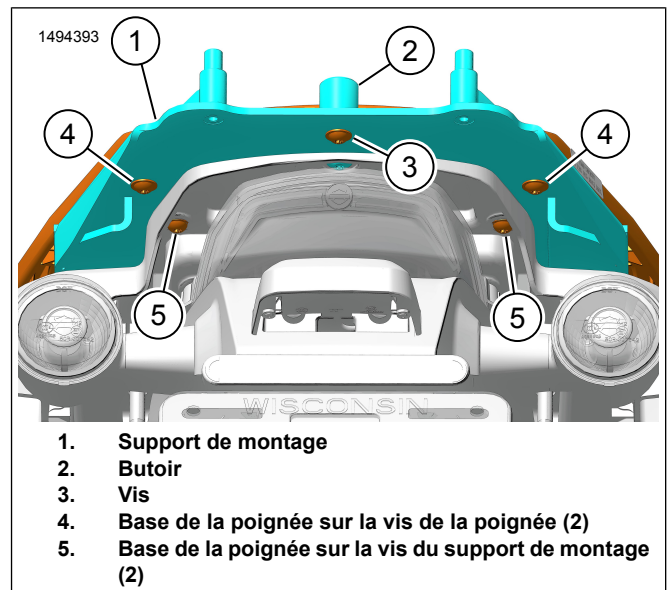
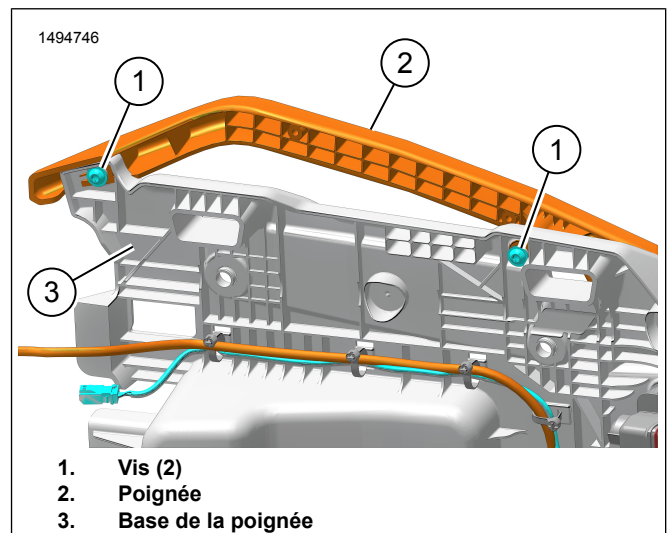

Figure 9. Vis de fixation arrière
Figure 10. Poignée
- b. Voir la figure 9. Installer la base de la poignée sur les vis du support de montage (5). Serrer.
8. Voir la figure 10. Installer la poignée (2).
- a. Installer les vis (1) des deux côtés sans les serrer.
- b. Voir la figure 9. Installer la base de la poignée sur les vis de la poignée (4).